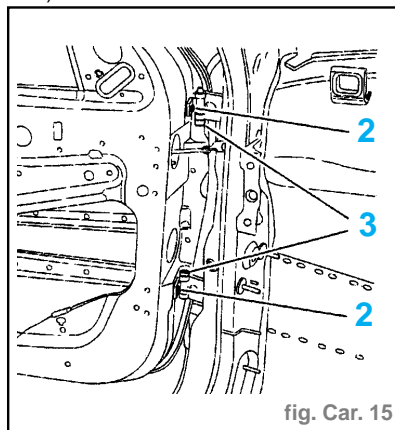

fig. Car. 15
- les 2 cales d'appui d'épaisseur 13 mm en (C).
- Mettre en place les charnières (1) munies de pions de centrage sur pied avant.
- Serrer sans bloquer les vis (2) (fig. Car. 15).